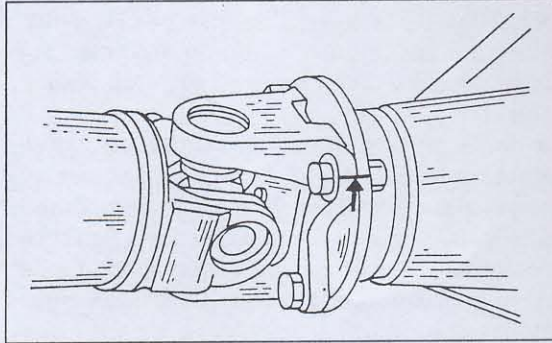

Bild 226
- Die beiden Flansche der Gelenkwelle an gegenüberliegenden Stellen kennzeichnen, wie es in Bild 226 gezeigt ist.